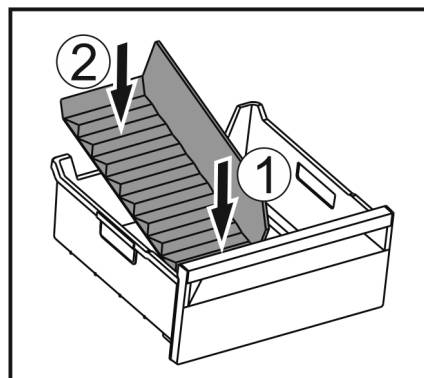

Fig. 148
- Vložte přední část přepážky přihrádky na led. Fig. 148 (1)
- Zadní část přepážky přihrádky na led spusťte až na dno zásuvky. Fig. 148 (2)